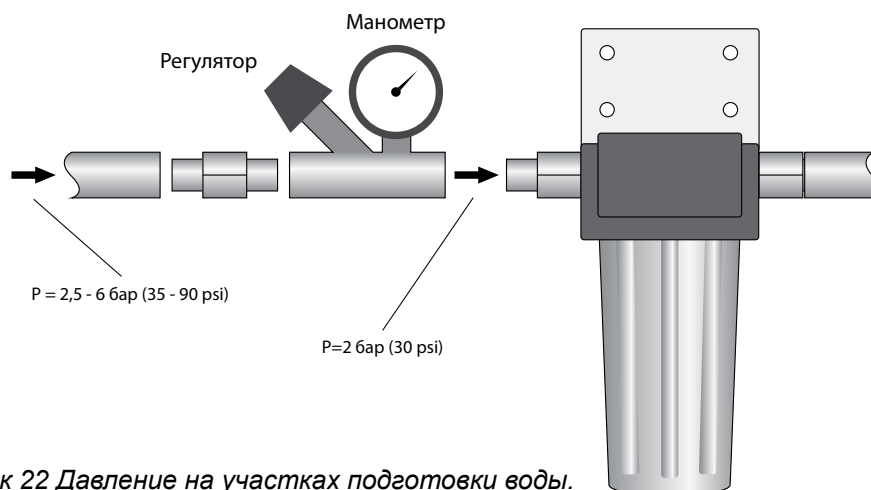

Рисунок 22 Давление на участках подготовки воды.
- Давление воды, подаваемой на вход системы увлажнения (на регулятор давления перед входом модуля установочных фильтров или входом модуля внешнего микрокарбонового фильтра) должно находиться в интервале от 2,5 до 6 бар / 0,25 - 0,6 МПа (от 35 до 90 psi). Рисунок 22.